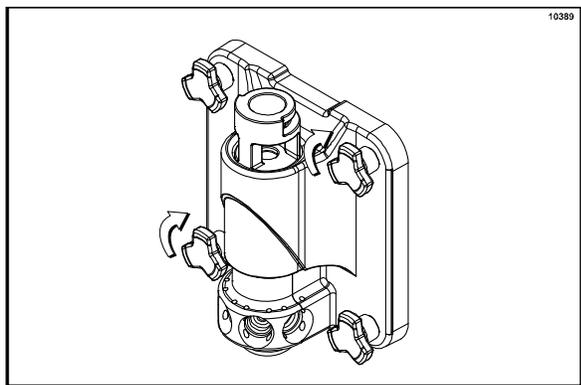

图 122
12. 安装奶昔侧冷冻门。将冷冻门安放到冷冻缸前面的四个支脚上，将出料阀的顶部与阀提升架对齐，安装手紧螺丝（门底部的短螺丝），以相同的力量交叉拧紧以保证门的紧固。**不要拧得过紧。**（见图 122。）